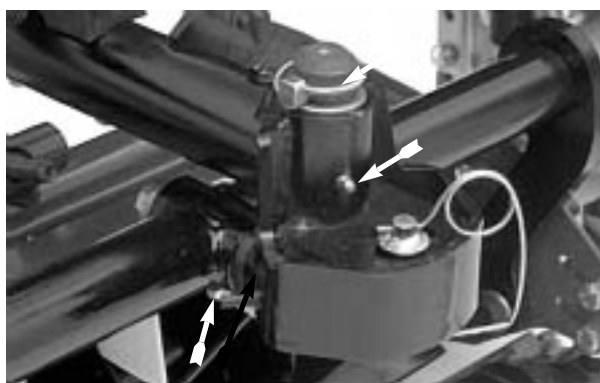

図 36
2. コントロールパネルのカバーを開け、コントローラ（図36）の側にあるワイヤハーネスに付いているループバック・コネクタを注意深くはずす。
各 2 か所 (図 36)